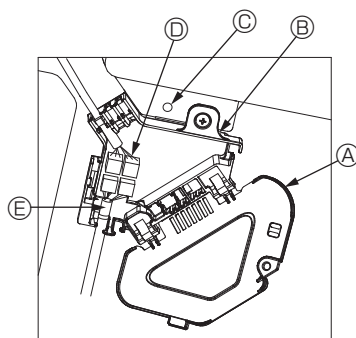

Fig. 10-8
- Conectați în siguranță conectorul cablului de racordare de la motorul vanei și conectorul cablului motorului vanei panoului în cutia de distribuție. (Fig. 10-8) Există doi conectori ai motorului vanei: un conector albastru și un conector portocaliu. Asigurați-vă că culorile conectorilor corespund în momentul conectării.